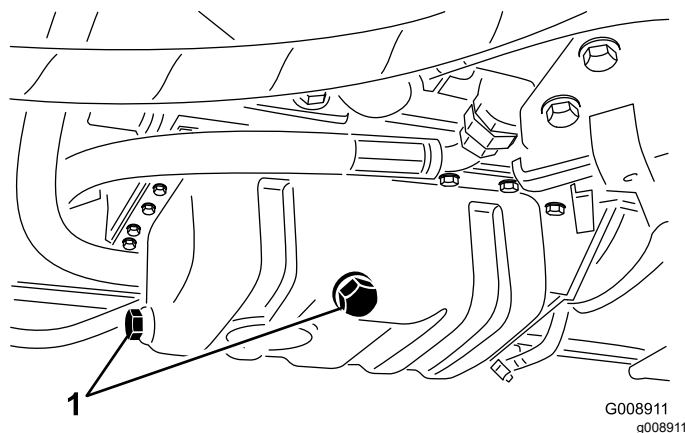

Bild 55
1. Entfernen Sie die Ablassschraube (Bild 55) und lassen Sie das Öl in die Auffangwanne ab.